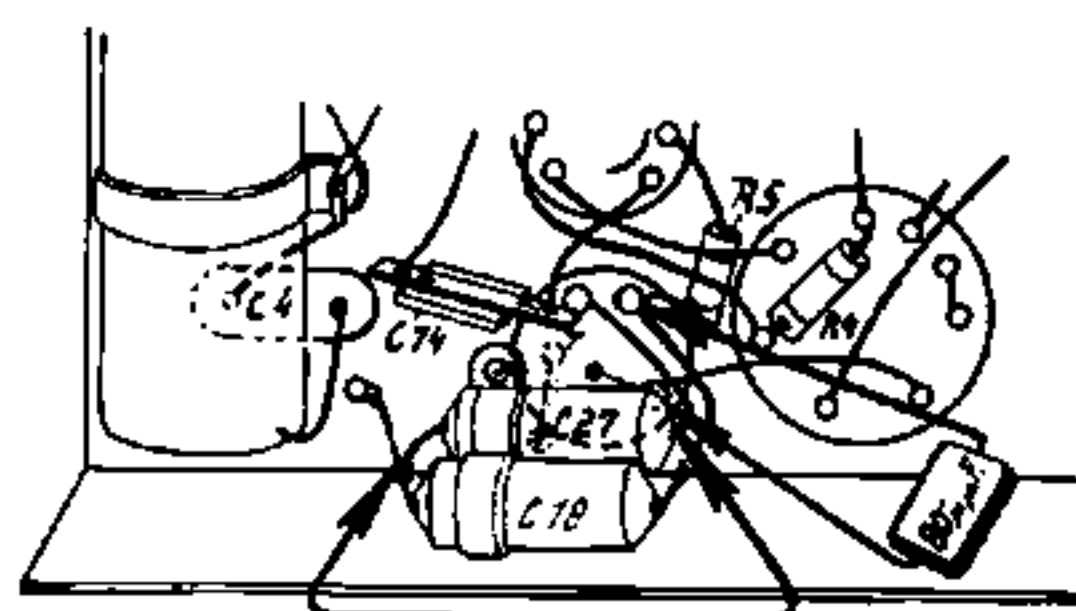

FIG. 3
4. C27 kortsluiten (fig.3)
5. S9 verstemmen met een condensator van 80 pF (fig.3)